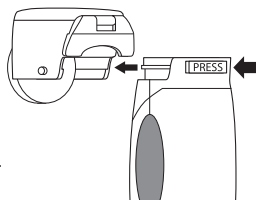

Fig. 13
- 10 Quitar del nebulizador: sostenga la unidad principal con la mano izquierda, presione la tecla PRESS (sobre el enchufe para el adaptador) con el dedo pulgar izquierdo en la dirección que indica la flecha (ver Fig. 13), sostenga ambos lados del extremo inferior del nebulizador con la mano derecha para extraerlo con cuidado.